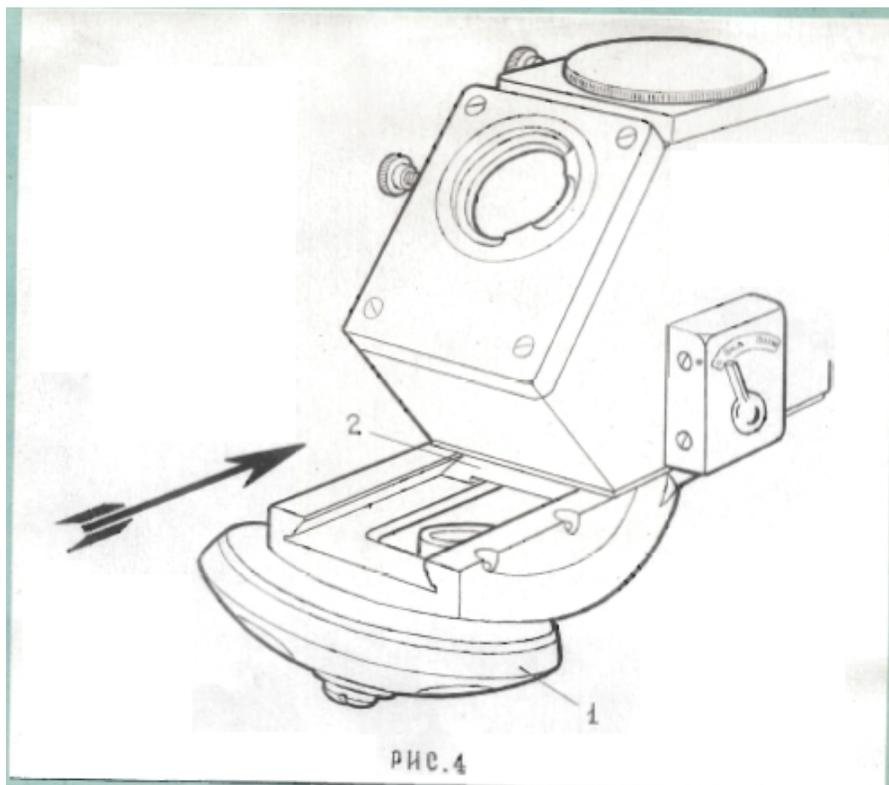

Рис.4. Установка револьвера. (1. Револьвер. 2. Направляющая.).
Револьвер 4-1 для объективов устанавливается на направляющих тубуса до упора, как показано на рис.4.
- 2) Установить револьвер /см.рис.4/.